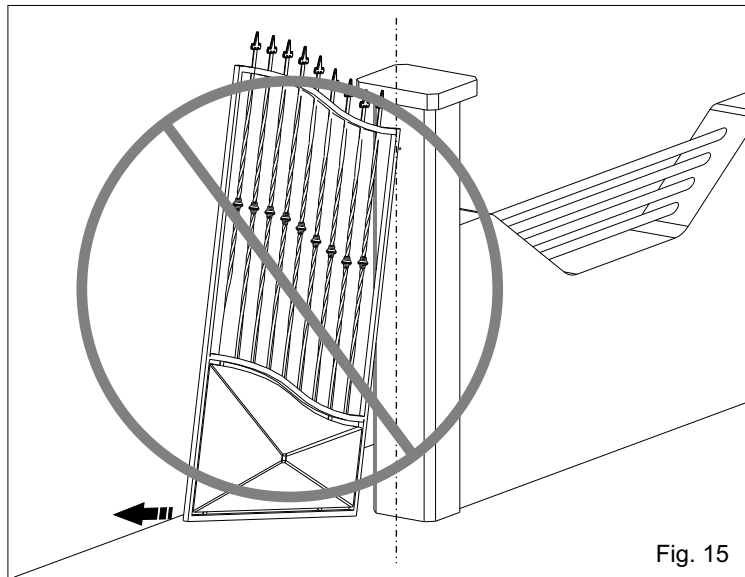
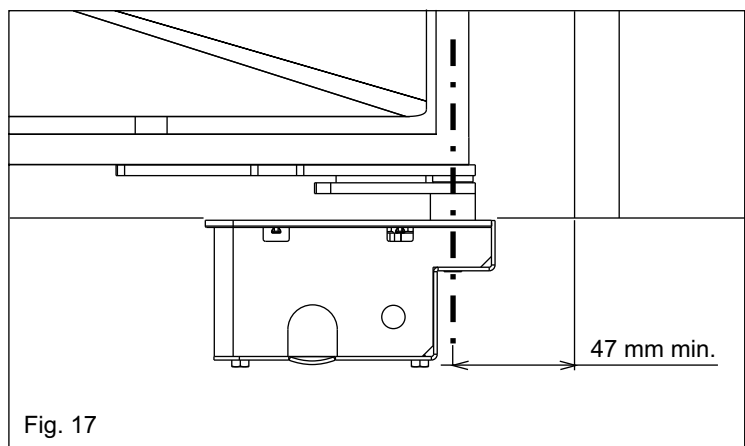

Fig. 15
Fig. 17
3.3. Fare molta attenzione a non posizionare l'anta fuori dagli assi (Fig. 15 e 16), ma fare in modo che l'albero coincida con l'asse di rotazione della cerniera tenendo conto che la distanza minima dalla colonna è 47 mm (Fig. 17).